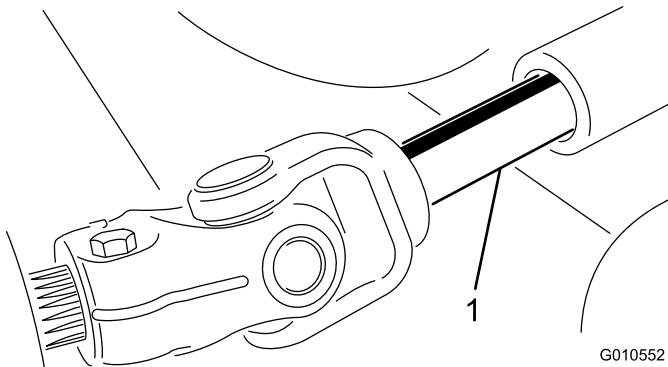

Figura 22
- Aleje la unidad de corte de la unidad de tracción, separando las secciones macho y hembra del árbol de la TDF (Figura 22).
- Introduzca el árbol macho de la TDF en el árbol hembra de la TDF (Figura 22).